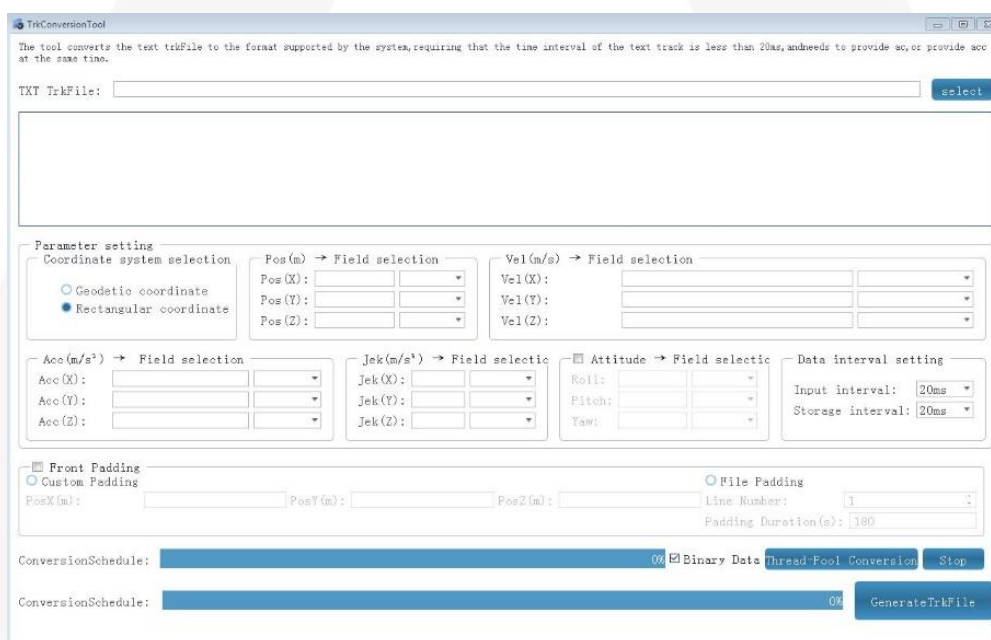

Рисунок 3-30 – Конвертер траекторий
2. Конвертер траекторий: данный инструмент предназначен для преобразования текстовых файлов траекторий в формат, поддерживаемый системой (Рисунок 3-30).